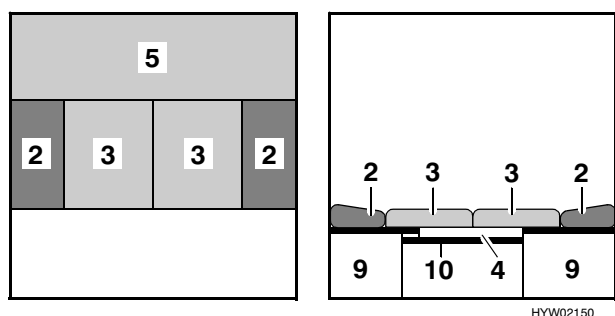

Fig. 97 Dopo la trasformazione
- Posizionare i due cuscini del divano (Fig. 97,3) al centro.
- Piazzare i cuscini dello schienale (Fig. 97,2) tra i cuscini del divano e la parete esterna.